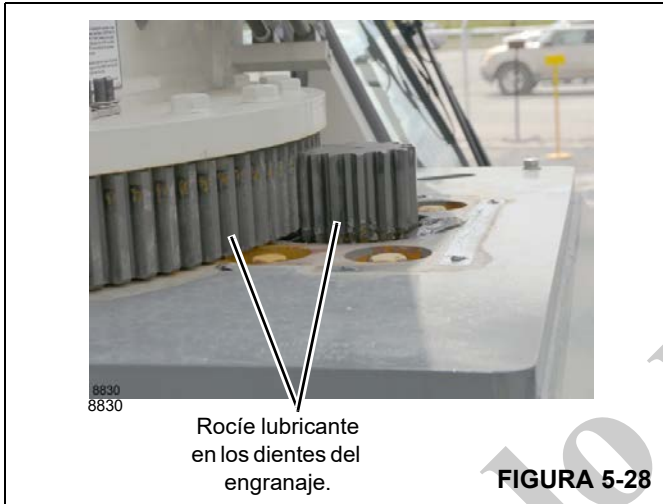

FIGURA 5-28
2. Retire la cubierta de piñón de giro (Figura 5-28).